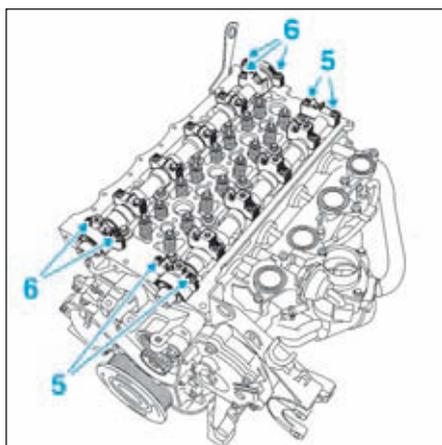

FIG.21
- les chapeaux de paliers d'arbre à cames d'échappement numéro 1 et 6 (4).
- Serrer au couple prescrit les vis des paliers 1 et 6 de l'arbre à cames d'admission (5) et de l'arbre à cames d'échappement (6) (Fig.21).